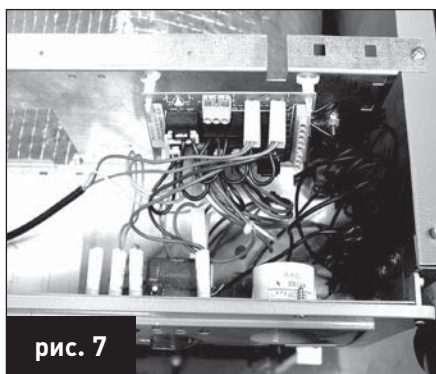

рис. 7
3.2.10 Подсоединение к электросети (рис. 7, 8, 9, 10)